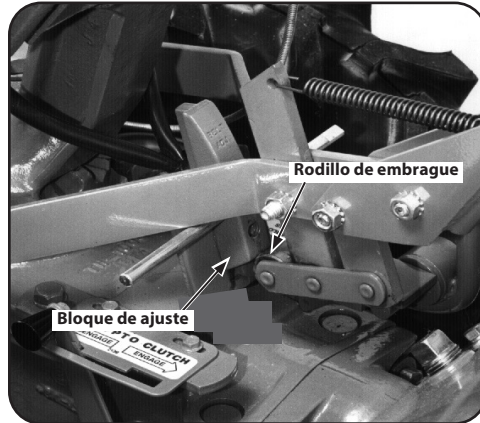

Figura 5-16
- Ubique la palanca de Ruedas/Dientes/Transmisión de la PTO en la posición FORWARD (avance). Los brazos del yugo de control del embrague descansarán sobre la herramienta de ajuste de la correa y el rodillo de embrague debe acoplarse ligeramente debajo del bloque de ajuste. Consulte la Figura 5-16.